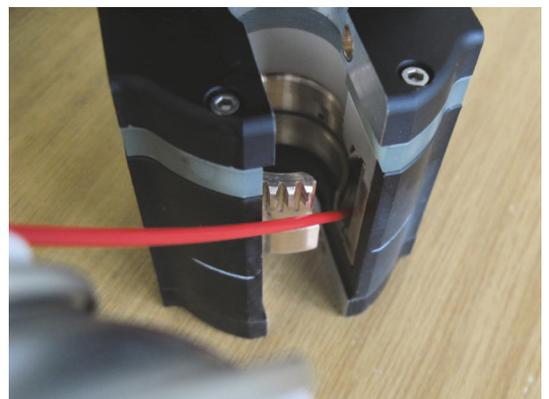

图9 用快速清洁剂喷洒电流/冷却接触面
9. 在齿轮 (转子) 的电流/冷却接触面上喷洒快速清洁剂 (图9)。然后将齿轮 (转子) 旋转360°·冲洗出污染物。